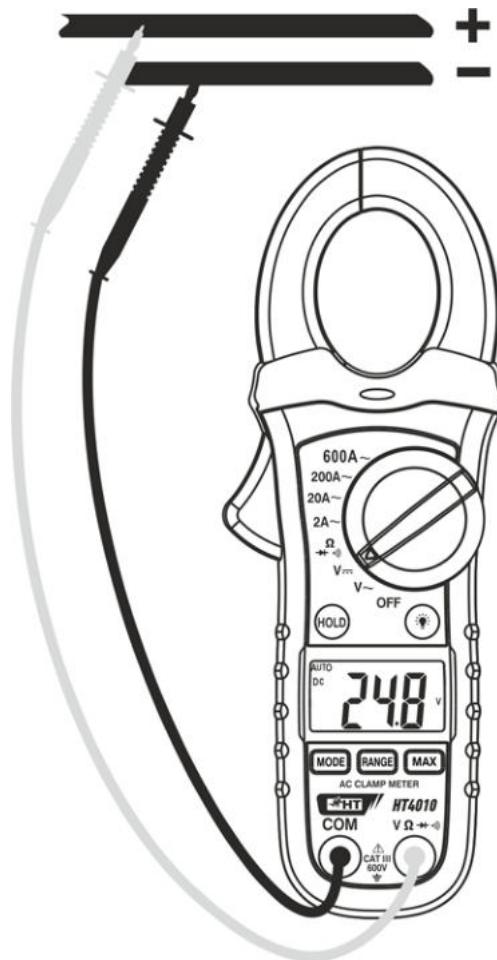

Fig. 2: Uso della pinza per misura di Tensione DC
3. Inserire il cavo rosso nel terminale di ingresso **V Ω $\overrightarrow{\text{---}}$**) e il cavo nero nel terminale di ingresso **COM** (vedere Fig. 2)
6. La visualizzazione del simbolo "-" sul display dello strumento indica che la tensione ha verso opposto rispetto alla connessione di Fig. 2